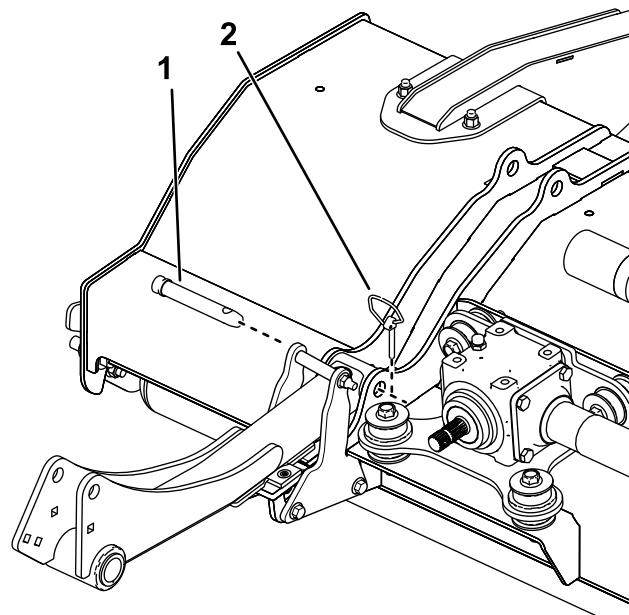

Figura 30
4. Îndepărtați cuiele de osie și tifturile care fixează unitatea de tăiere pe braele de ridicare (Figura 30).